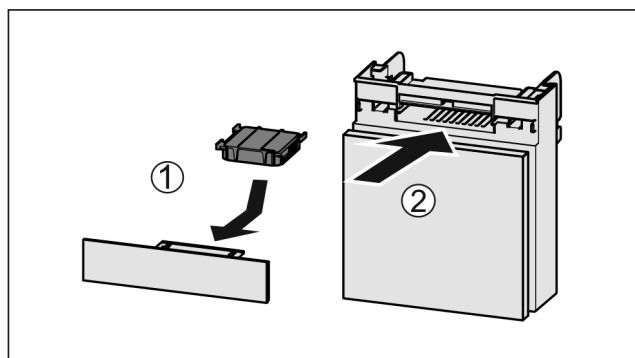

Fig. 237
- Introduceți Fig. 237 (1) filtrul de cărbune activ după cum se vede în figură.
- Împingeți Fig. 237 (2) compartimentul în interior.